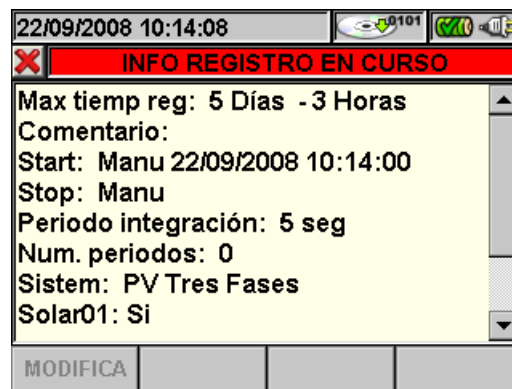

Fig. 134: Pantalla información registro en curso con sistema FV configuración
4. En la pantalla de la Fig. 134 son listadas las siguientes informaciones: